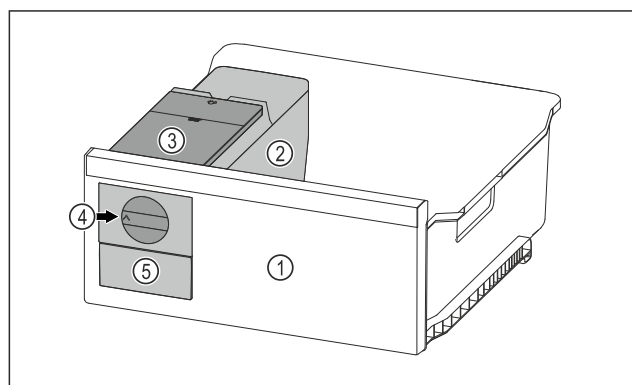

Fig. 155 Reprezentare exemplificatoare
- Rotiți butonul rotativ Fig. 155 (4) în sens orar până la opritor.
- ▷ Cuburi de gheață cad din tava pentru cuburi de gheață în sertarul pentru cuburi de gheață Fig. 155 (5).